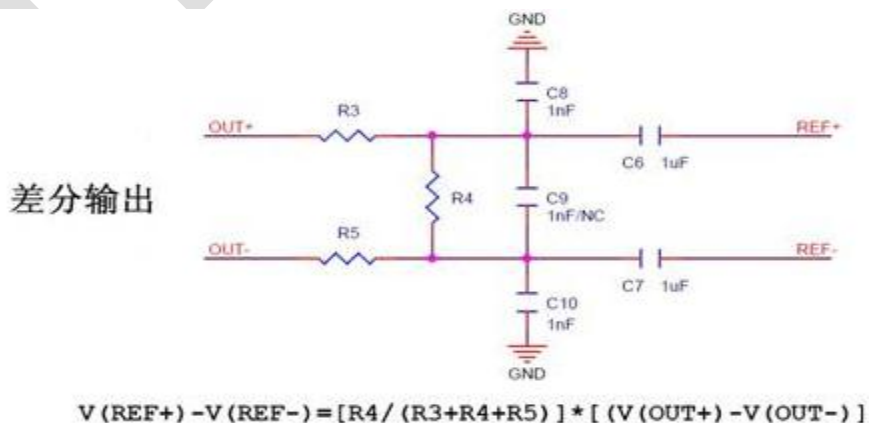

图7 差分输出参考电路
- 2) 用户电路用作参考信号的输出为差分输出，需要分压时，可参考如图 7 电路：